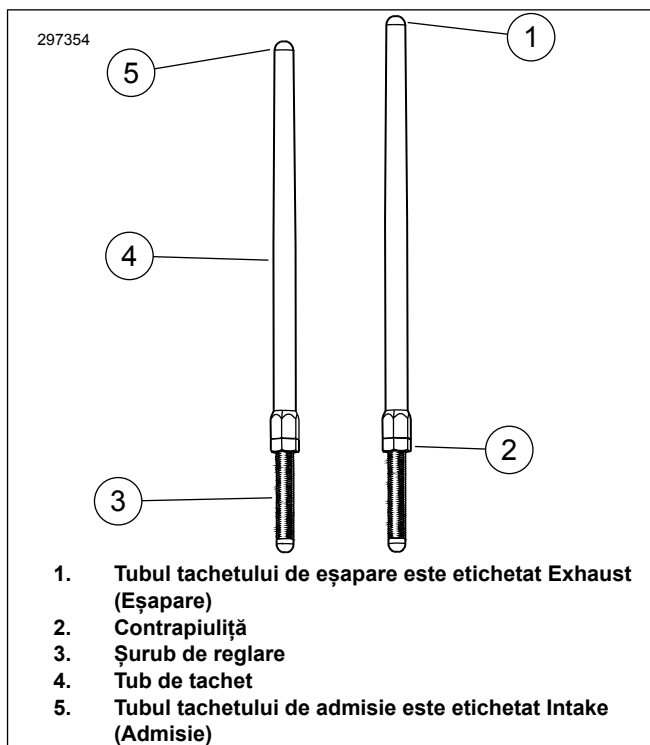

Figura 1. Tachet reglabil
6. Figura 1 Slăbiți contrapiulițele de la toți tacheții și reglați-i la lungimea lor cea mai scurtă.